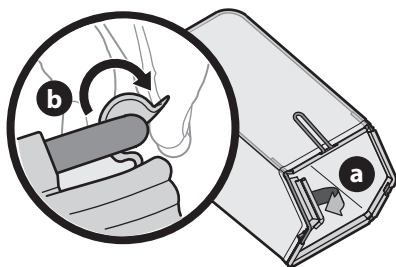

Figure 11
1. Procédez comme suit pour assembler le sac à herbe. Voir Figure 11.